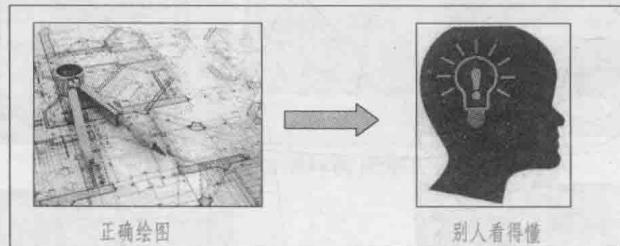

图 1-9 自己画的图别人能看得懂
- (1) 正确绘图 即自己画的图别人能看得懂，如图 1-9 所示。